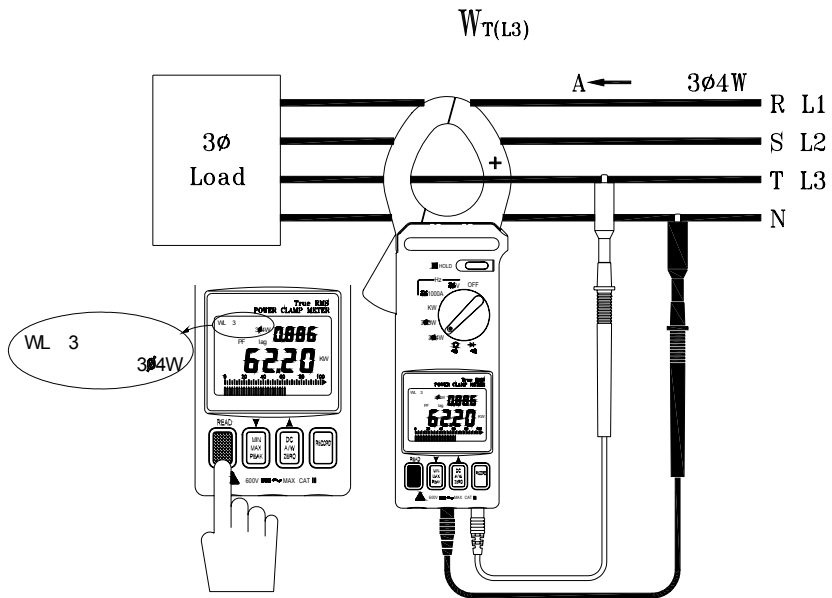

Figura 9
6. Lo strumento elaborerà queste tre serie di dati (consultare figura 9) e visualizzerà la misurazione di potenza  $3\phi 4 W$  (**WL123** sarà visualizzato). La misurazione  $3\phi 4 W$  sarà poi salvata in memoria. Le seguenti equazioni sono fornite per vostra informazione.